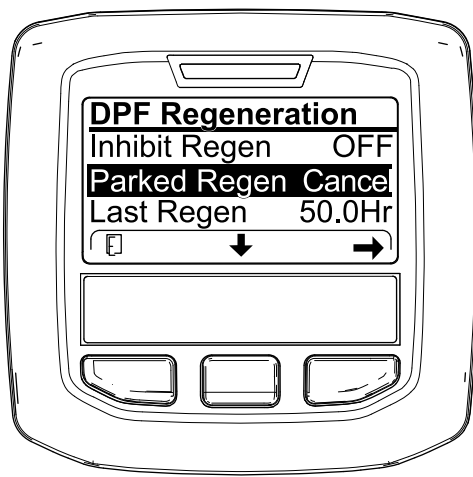
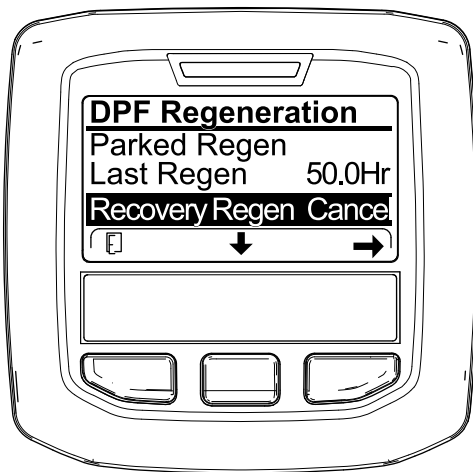

Figura 70
Figura 71
1. Acceda al menú DPF Regeneration (Regeneración de DPF) (Figura 70).
2. Pulse el botón central para desplazarse hacia abajo, hasta la opción PARKED REGEN CANCEL (Cancelación de regeneración con máquina aparcada) (Figura 70) o la opción RECOVERY REGEN CANCEL (Cancelación de regeneración de recuperación) (Figura 71).
3. Pulse el botón derecho para seleccionar la opción Regen Cancel (Cancelación de regeneración) (Figura 70 o Figura 71).